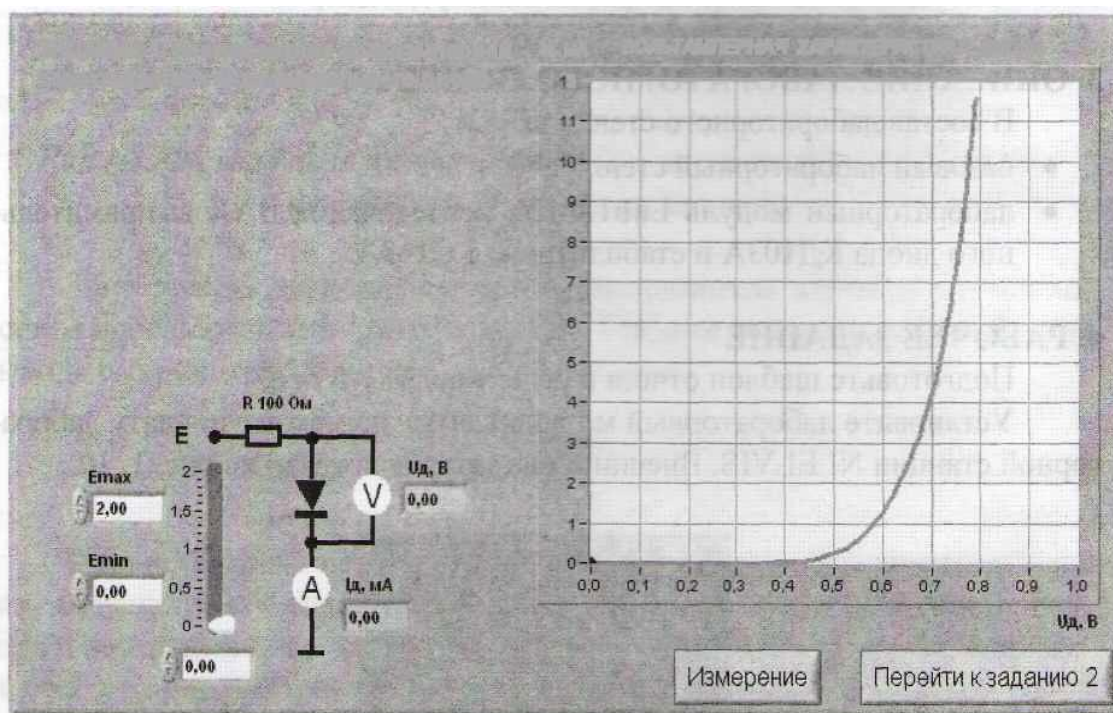

Рисунок 1.1 — Лицевая панель ВП при выполнении задания 1
- На экране появится изображение виртуального прибора (ВП) (рисунок 1.1).